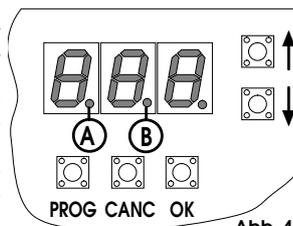

Abb.4
- ▷ Mit den Tasten **↑** und **↓** kann eine zyklische Abfrage der schon belegten Speicherplätze vorgenommen werden (werden sie einzeln gedrückt gehalten, wird die Erfassungsgeschwindigkeit erhöht). Für jeden Speicherplatz wird durch den Zustand der zwei LEDs A und B von Abb.4 (**siehe Funktion "2_7"**) auch die damit verbundene Aktivierung angezeigt.